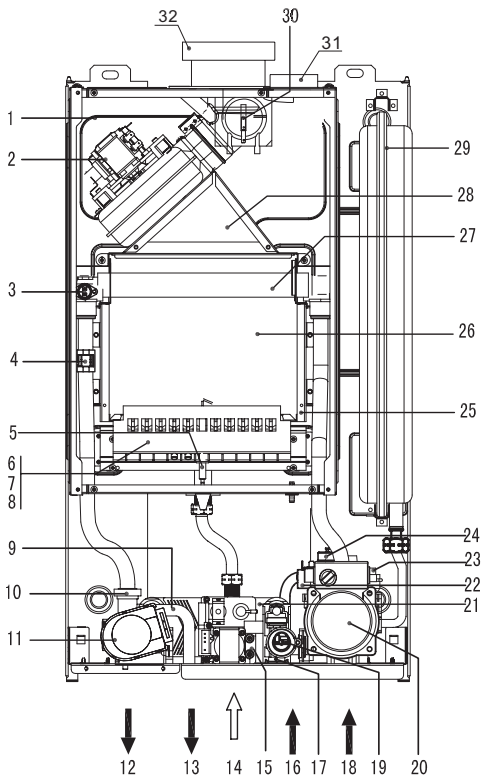

Рис. 1. Общий вид котлов Bravo
Если на дисплее возникает код ошибки (см. разд. 11.2), нажмите кнопку RESET («Сброс») (см. рис. 1 поз. 5). В следующие 30 секунд система повторит цикл розжига.
- Нажмите и удерживайте в течение 5 секунд кнопку выключения котла (см. рис. 1 поз. 6);